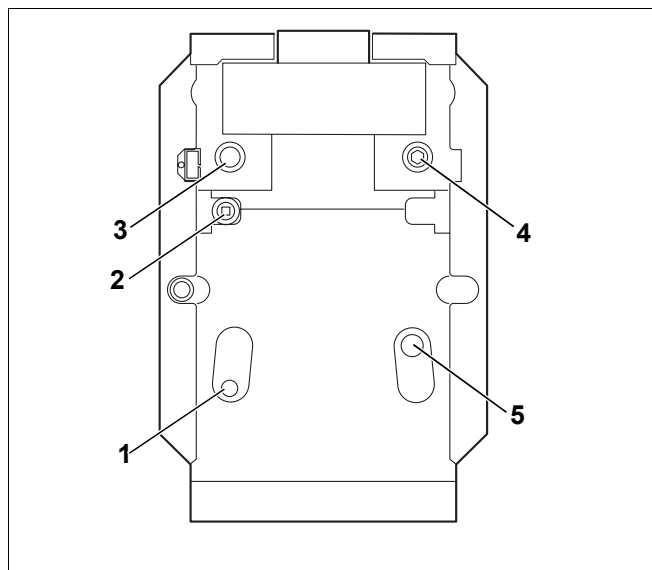

Fig. 5 Racorduri Logano G234 WS
- Conectați returul instalației la returul RK (Fig. 5, **Poz. 5**) cazanului de încălzire.
- Racordați turul instalației la cazanul VK (Fig. 5, **Poz. 3**) de încălzire.
- Supapa de siguranță va fi conectată pe tur VSL (Fig. 5, **Poz. 4**) sub siguranța de tiraj.
- Racordați returul boilerului (Fig. 5, **Poz. 5**) la racordul RS.
- Racordați turul boilerului (Fig. 5, **Poz. 2**) la racordul VS.